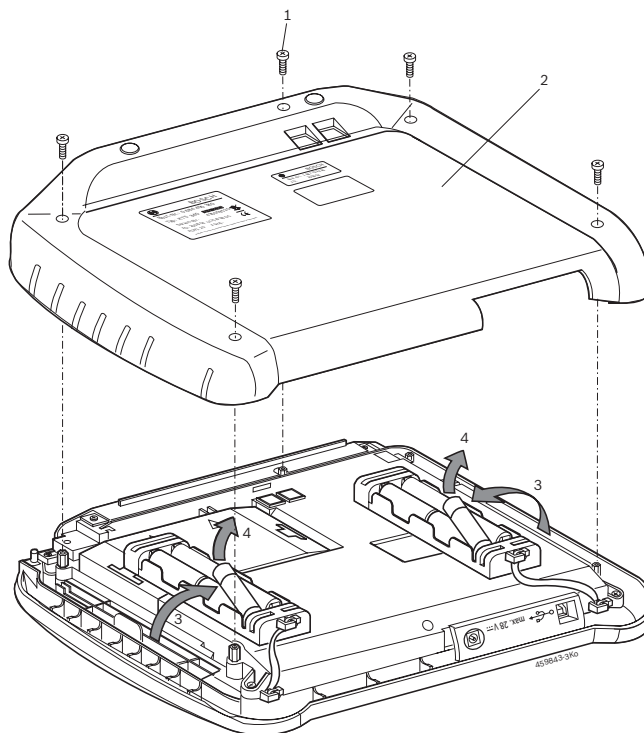

Fig. 4: Akkuwechsel
2. Schrauben (5x; Fig. 4; Pos. 1) auf der Geräterückseite lösen und Gehäuseabdeckung (Fig. 4; Pos. 2) abnehmen.
3. Akkufächer links und rechts entnehmen und auf Metallgehäuse ablegen (Fig. 4; Pos. 3).
4. Verbrauchte Akkus entfernen (Fig. 4; Pos. 4).